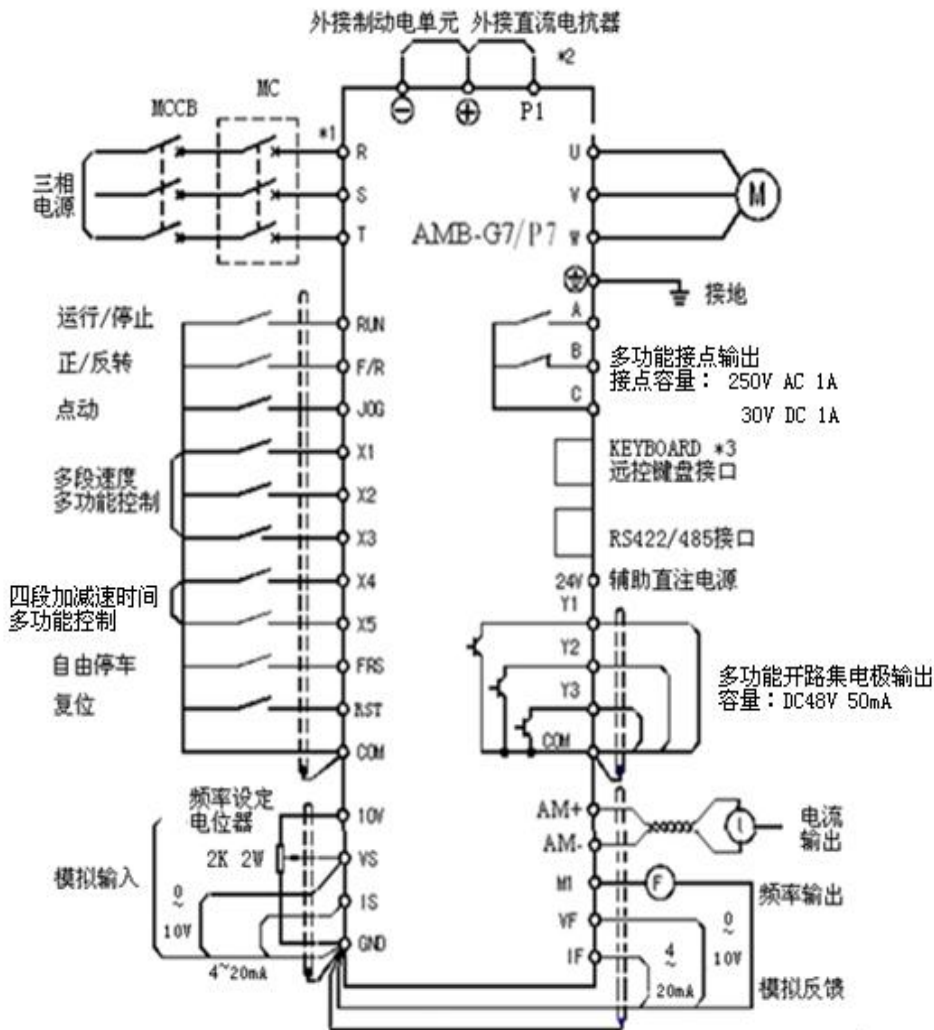

图 3-3 18.5kW 及以上规格 G7/P7 变频器连接图
18.5kW 及以上 G7/P7 变频器连接图如图 3-3 所示。